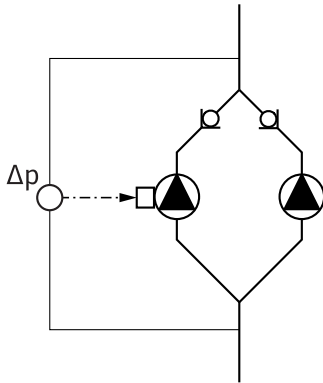

Fig. 18: Przykład podłączenia czujnika różnicy ciśnień
- W przykładzie na Fig. 18 pompą nadrzędną jest pompa po lewej stronie patrząc w kierunku przepływu. Do tej pompy należy podłączyć czujnik różnicy ciśnień.
- Punkty pomiaru czujnika różnicy ciśnień pompy nadrzędnej muszą się znajdować w danej rurze zbiorczej po stronie ssawnej i ciśnieniowej układu dwupompowego (Fig. 18).